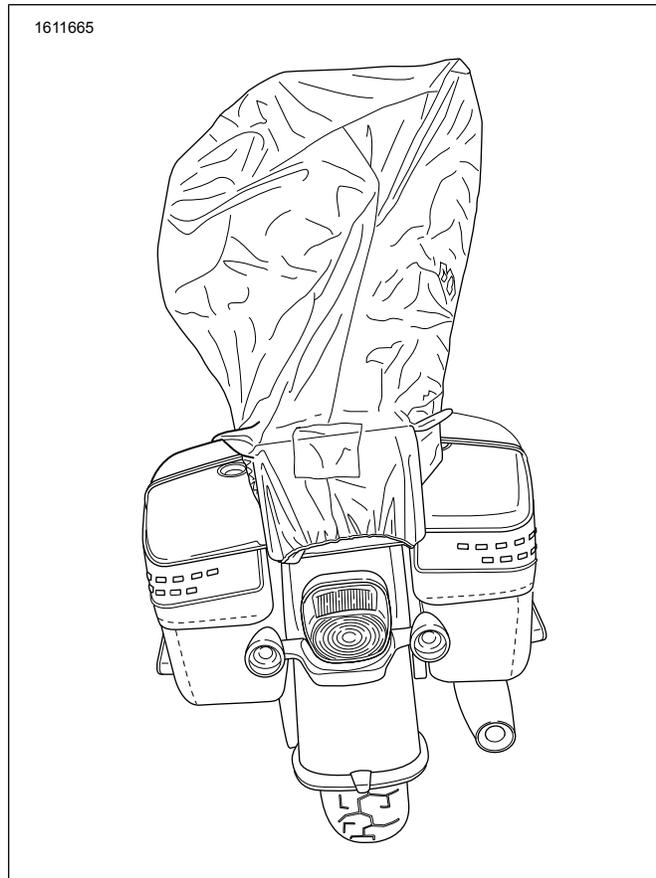

Figure 3. Couverture arrière (typique)
2. Voir la Figure 3. Tirez la housse sur l'arrière de la moto.